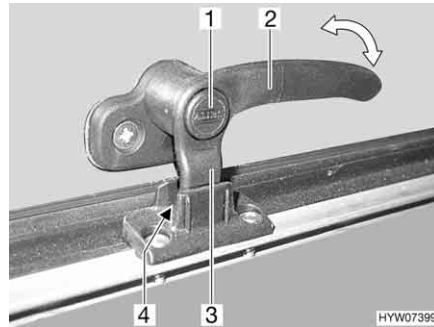
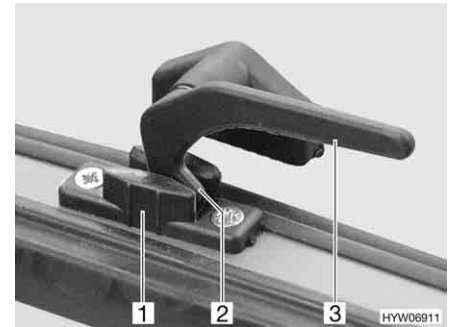

Fig. 100 Levier de verrouillage avec bouton de sécurité en position "Aération permanente"
Fig. 101 Levier de verrouillage en position "Aération permanente"
- En position "Aération permanente" (Fig. 100 et Fig. 101)
- S'il existe, appuyer sur le bouton de sécurité (Fig. 100,1) et le maintenir enfoncé.
- Tourner le levier de verrouillage (Fig. 100,2 ou Fig. 101,3) d'un quart de tour vers le centre de la fenêtre.
- Remettre le levier de verrouillage en position initiale. Le tenon de verrouillage (Fig. 100,3 ou Fig. 101,2) du levier de verrouillage doit pénétrer alors dans le logement prévu à cet effet dans le verrouillage de fenêtre (Fig. 100,4 ou Fig. 101,1).
- Relâcher le bouton de sécurité (Fig. 100,1).